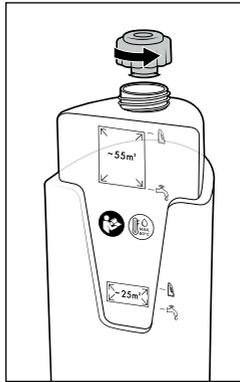

Fig. 7
- ◆ Retournez le réservoir d'eau fraîche ❶ et dévissez le couvercle (voir fig. 7).